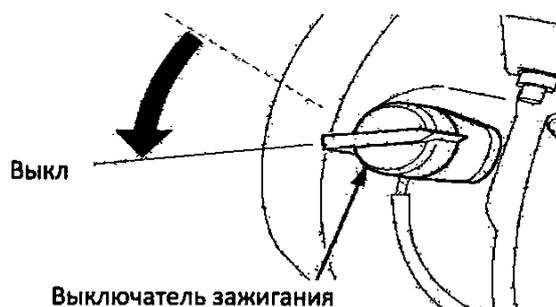

Рисунок 2.19 – Место положения выключателя зажигания
2. Сдвиньте выключатель зажигания в положение Off (**ВЫКЛ**) (рис. 2.19).